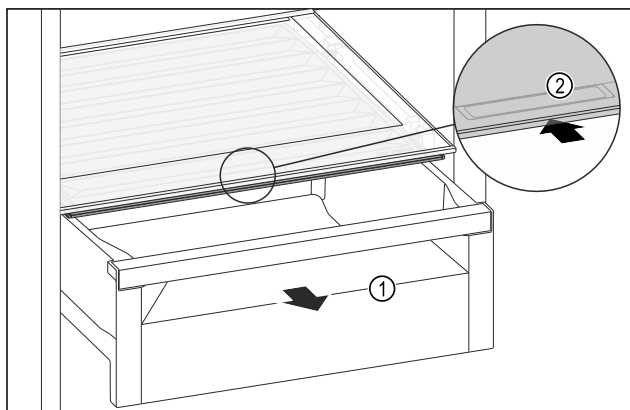

Fig. 156
- ▶ Trekk ut skuffen Fig. 156 (1).
- ▶ Ta tak i det innfelte grepet Fig. 156 (2) på lokket, og skyv lokket samtidig bakover.